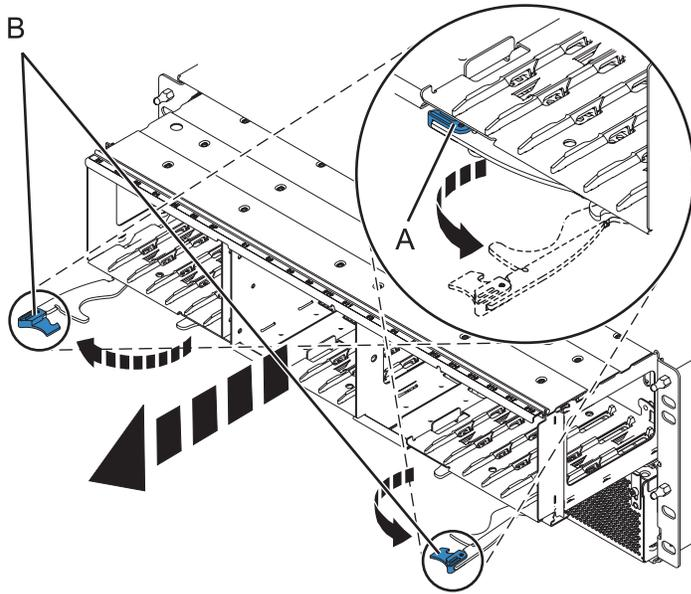

Abbildung 53. Rückwandplatine aus Gehäuse ausbauen
6. Bauen Sie die Rückwandplatine aus (siehe Abb. 53 auf Seite 71).